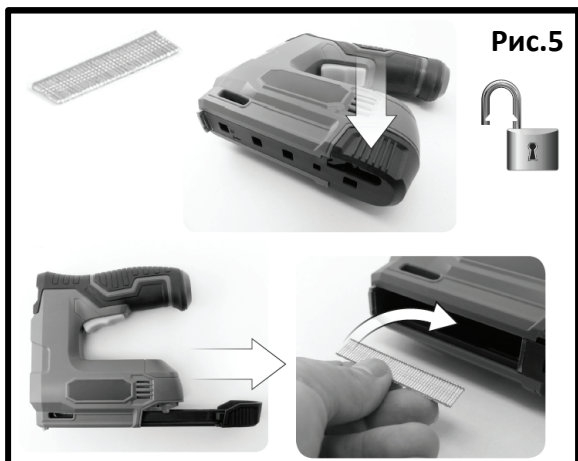

Рис.5
Переверните инструмент, следя за тем, чтобы не коснуться кнопки пуска (4) рис.1. Нажмите на защёлки открытия магазина (3) с обеих сторон и оттяните их назад до упора рис.1 и 5. Установите гвозди в желобок магазина рис.5. **ВАЖНО!** Устанавливайте гвозди только с той стороны, где присутствует изображение символа гвоздя рис.5.